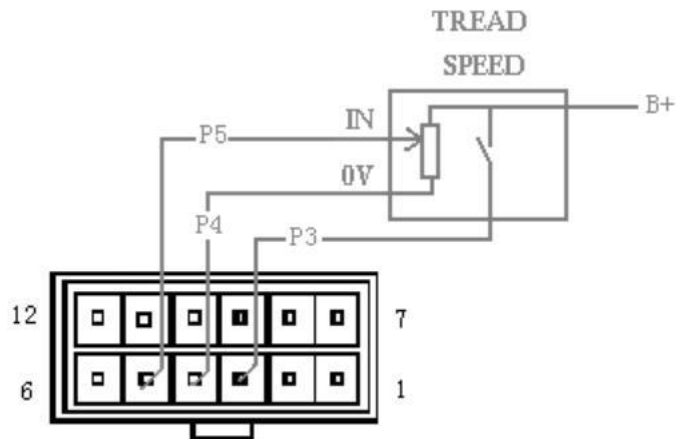

图 9
- 4、脚踏加速器与控制器（请选用脚踏加速器）的接线（见图 9）。